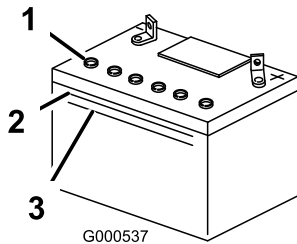

Bild 43
1. Sehen Sie sich die Seite der Batterie an. Der Füllstand muss bis zur **oberen** Linie reichen (1). Der Säurestand darf nicht unter die untere Linie fallen (Bild 43).
3. Entfernen Sie die Entlüftungsdeckel von der Batterie (Bild 43).
4. Gießen Sie langsam destilliertes Wasser in jede Batteriezelle, bis der Säurestand die obere Linie (Bild 43) am Batteriegehäuse erreicht.
5. Warten Sie nach dem Füllen der Batteriezellen fünf bis zehn Minuten. Gießen Sie bei Bedarf destilliertes Wasser in jede Batteriezelle, bis der Säurestand die obere Linie (Bild 43) am Batteriegehäuse erreicht.